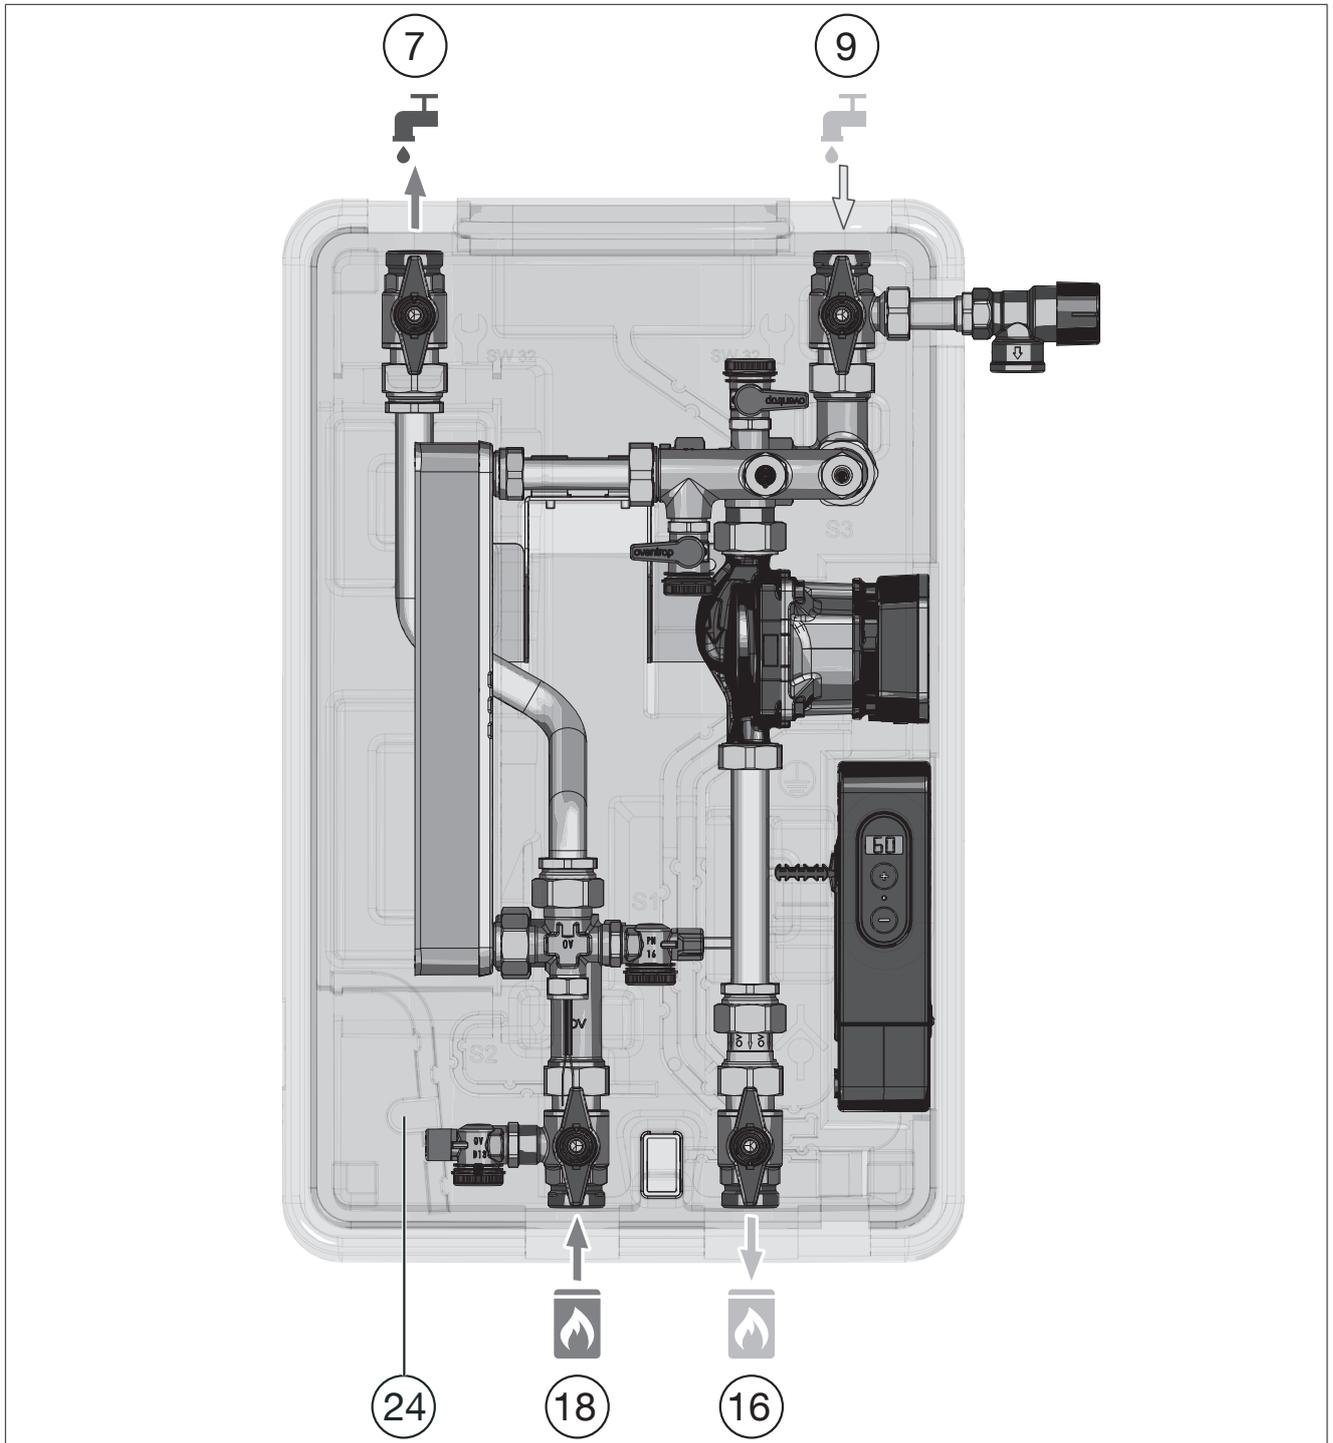

Abb. 16: Funktionsbeschreibung
(7)	Rücklauf Trinkwasser warm
(9)	Vorlauf Trinkwasser kalt
(16)	Rücklauf Speicherkreis
(18)	Vorlauf Speicherkreis
(24)	Halterung Auslaufbogen für „Aquastrom P“ Probenahmeventil
- Montieren Sie gegebenenfalls möglichst nahe an den Kaltwasser-Anschluss der Station einen weiteren Trinkwasser-Filter (TF) (Oventrop Zubehör).
- Montieren Sie einen Rückflussverhinderer (Position (4) in Abb. 3 auf Seite 13) in den Vorlauf Trinkwasser kalt (Position (9) in Abb. 16 auf Seite 25), um das Trinkwasser kalt vom bereits erwärmten Trinkwasser innerhalb der Station zu trennen.